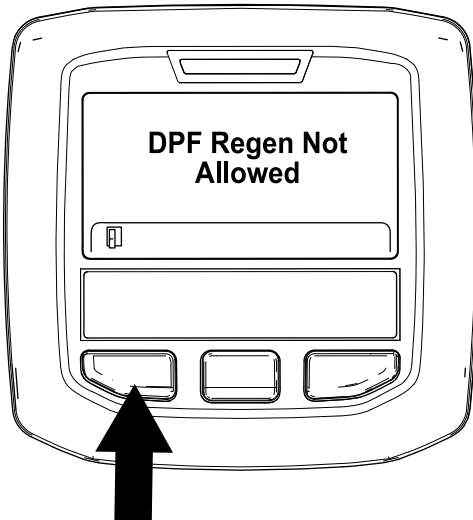

Figura 39
- Si el ordenador del motor no permite el proceso de regeneración, aparece el mensaje "DPF Regen Not Allowed" (Regeneración de DPF no permitida) en el InfoCenter (Figura 39). Pulse el botón de la izquierda para salir a la pantalla de inicio.